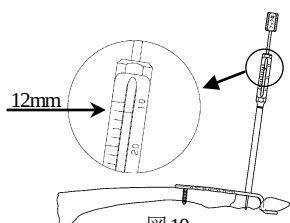

図 10
- 10) 2.7 コーティカル用デプスゲージの先端フックを反対側皮質に引っ掛け、スケールを読み取ります。(図 10)